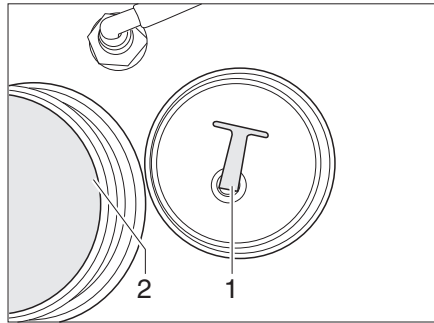

Fig. 145 Réservoir d'eau
- Dévisser le couvercle de fermeture (Fig. 145,2) du réservoir d'eau.
- Retirer le bouchon de fermeture (Fig. 145,1) de l'ouverture de vidange. L'eau s'écoule.